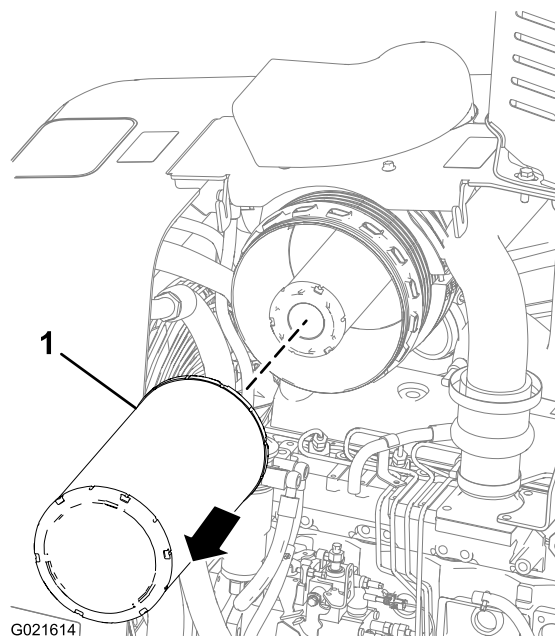

Figure 51
2. Tirez le préfiltre vers l'extérieur et sortez-le du boîtier du filtre à air (Figure 51).
6. Insérez le préfiltre neuf dans le boîtier du filtre à air (Figure 51).